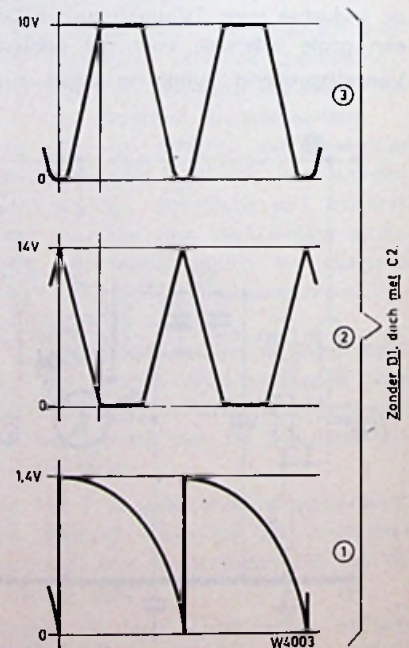

Fig. 3
Fig. 3 toont ons de golfvormen op de punten ① — ② en ③ als de condensator C2 wel is aangesloten, doch de diode D1 niet.